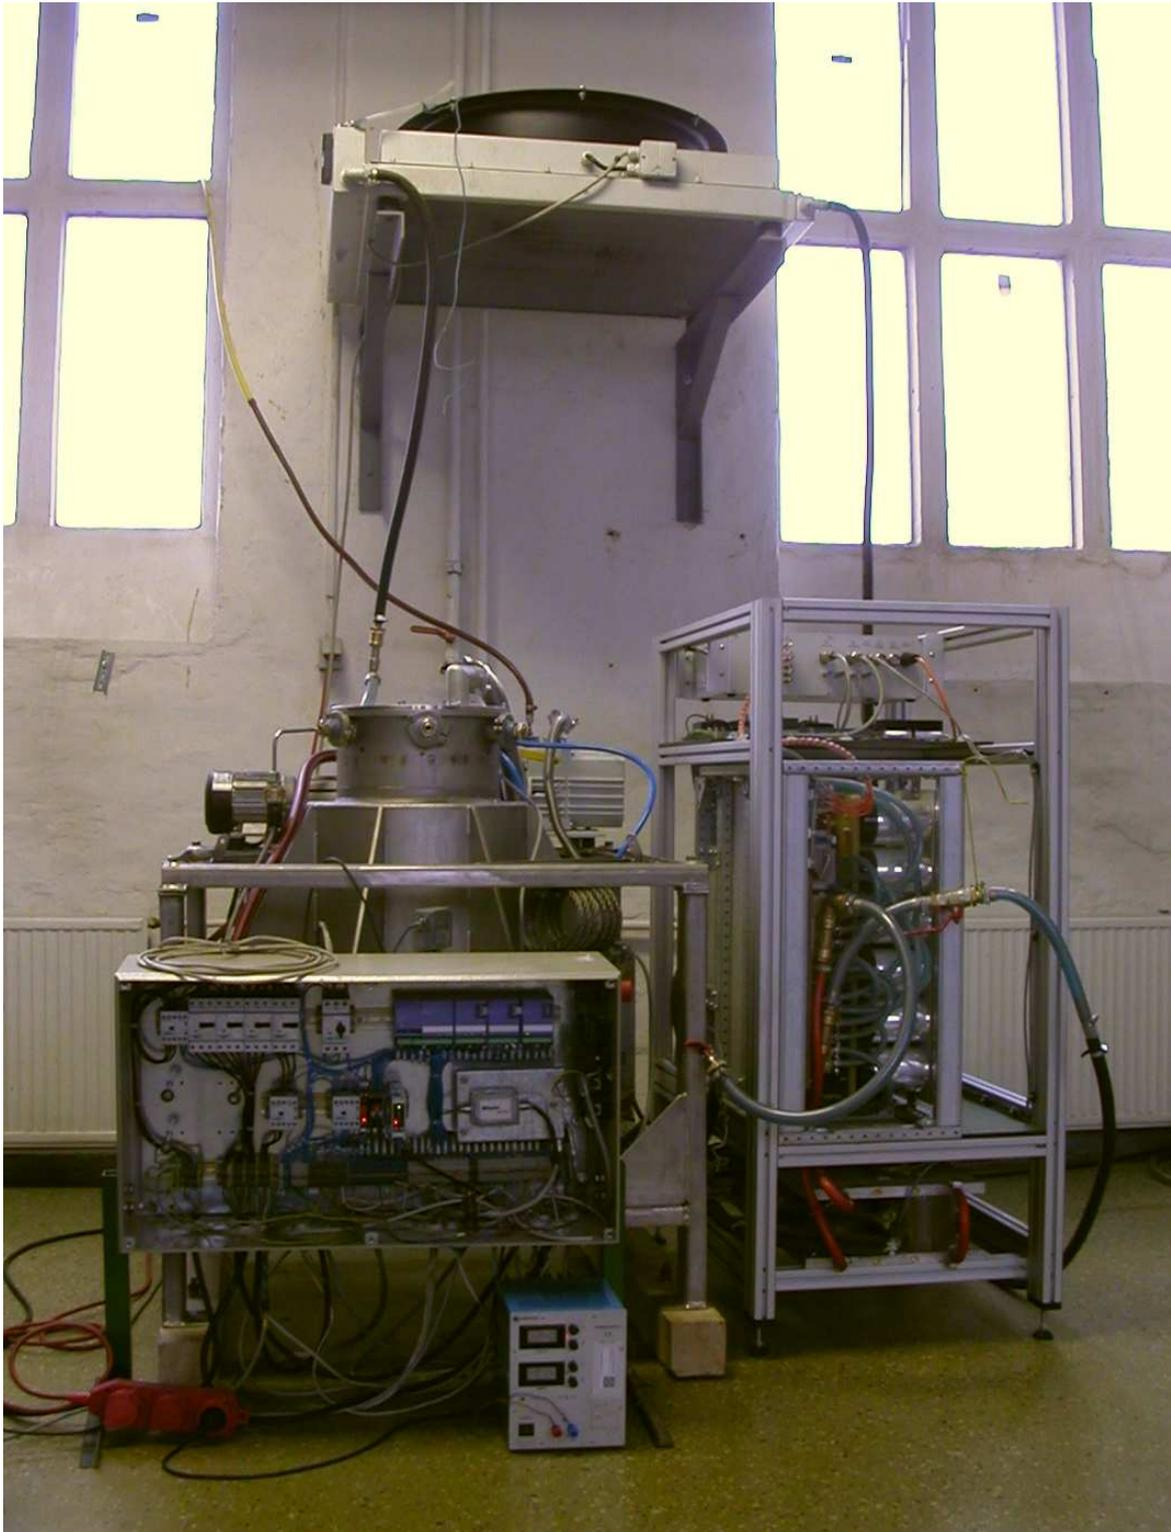

Abbildung 3 : komplettes Schwungradsystem während der Erprobung im Labor
**Mechanischer Aufbau Schwungrad mit dem Grundrahmen** (links auf Abb. 3) mit dem Schwungrad, Motorgenerator, Schwungradgehäuse, dem Vakuumsystem, der Wasserpumpe für den Kühlkreislauf, der Ölpumpe für den Schmierölkreislauf, einem Öl-Wasser-Wärmetauscher.
**Leistungselektronik** mit dem Wechselrichter, der Stromvorgabesteuerung, der Zwischenkreisdrossel, den Motordrosseln und der Aufladeschaltung. Je nach Kundenwunsch können Wechselrichter der Firmen Siemens, Conrol Techniques (mit Luftkühlung) oder aeras (mit Wasserkühlung in Abb. 3 rechts) verwendet werden.
**Steuerschrank** (vorn unten auf Bild 3) mit den Bedientasten, den Messgeräten für die Spannung des Zwischenkreises, die Spannung des Schwungradmotors, den Strom in oder aus dem Speicher, mit der SPS zur Überwachung des Schwungradspeichers und zur automatischen Steuerung, Zähler für gespeicherte kWh, der Leittechnik und der Mitnahmeeinrichtungen.
**Luft-Wasser-Wärmetauscher** für den Kühlkreislauf (oben in Abb. 3). Dieser kann unabhängig an einer geeigneten Stelle angebracht werden.